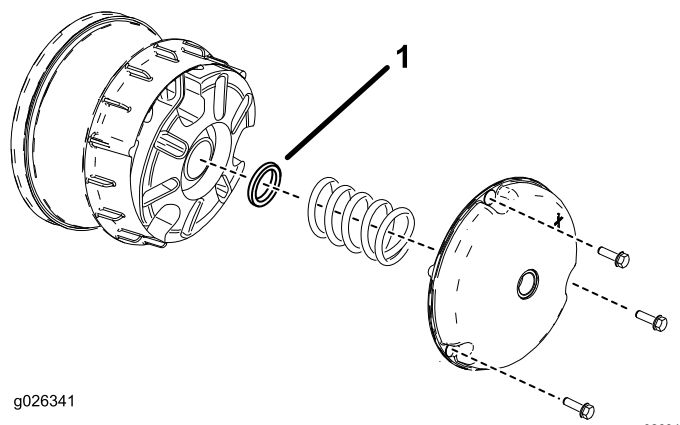

Figure 60
2. Retirez les boulons qui fixent le couvercle de l'embrayage primaire, comme montré à la Figure 60.